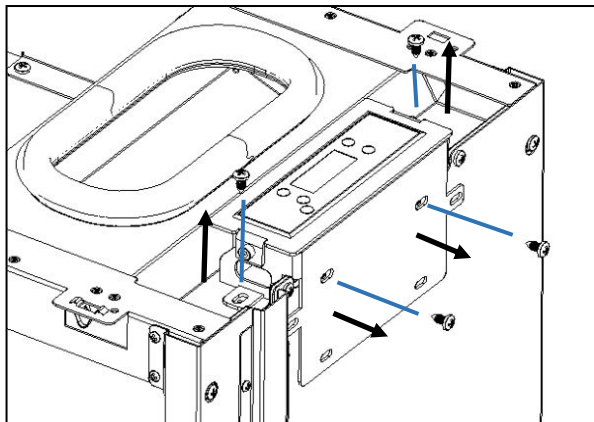

Figure 48 - Retrait du display de l'équipement
a) Avant de commencer l'assemblage des habillages, retirer le support du dispositif d'affichage en dévissant les quatre vis représentées sur la Figure 48.